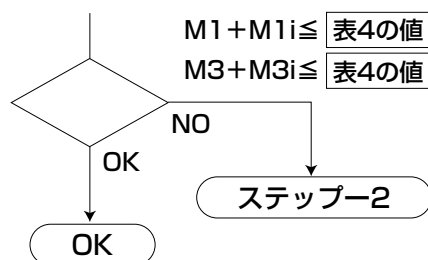

図8 SRM3の慣性力係数の傾向
(1) クッション部への突入速度 (Va) と図8のSRM3の慣性力係数の傾向より、G係数を求めます。